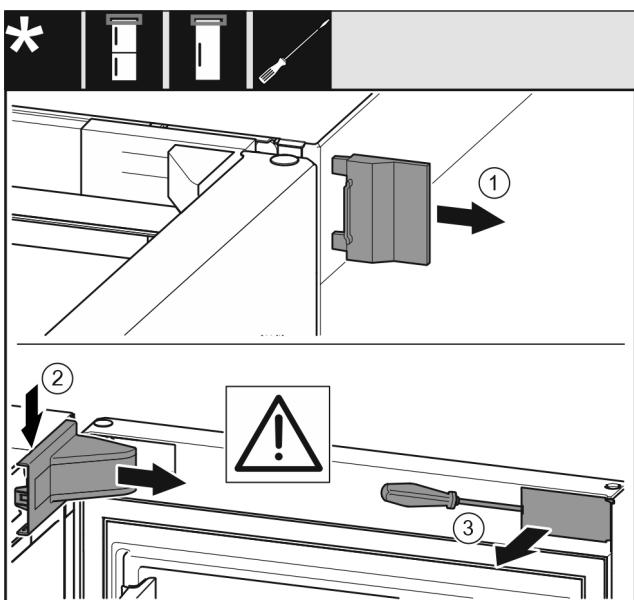

Fig. 8
- Nuimkite išorinę dengiamąją plokštelynę. Fig. 8 (1)
- Atfiksuojite atraminės gembės dengiamąją plokštelynę ir ją nuimkite. Nuimkite atraminės gembės dengiamąją plokštelynę. Fig. 8 (2)
- Išdrožiniu atsuktuvu atkelkite gaubtą ir pasukite ji į šoną. Fig. 8 (3)